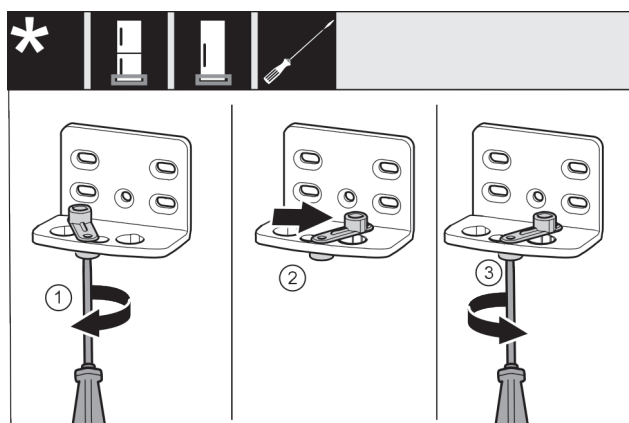

Fig. 13
- Šroubovákem volně přišroubujte šroub Fig. 13 (1).
- Zvedněte pomůcku zavírání dveří Fig. 13 (2) a v otvoru ji otočte o 90° doprava.
- Šroubovákem šroub Fig. 13 (3) pevně utáhněte.